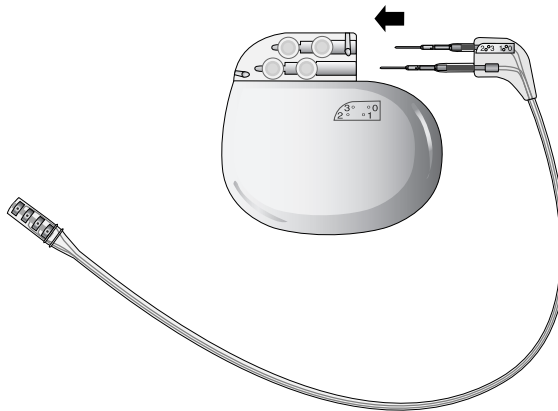

Figura 1. Insira totalmente os pinos de ligação da extensão no neuroestimulador
3. Introduza os pinos de ligação da extensão adequada na tomada adequada do neuroestimulador até estes estarem bem encaixados no bloco de ligação (Figura 1). Se sentir resistência durante a inserção dos pinos de ligação, use a chave dinamométrica (que acompanha o neuroestimulador) para retrair os parafusos de fixação.